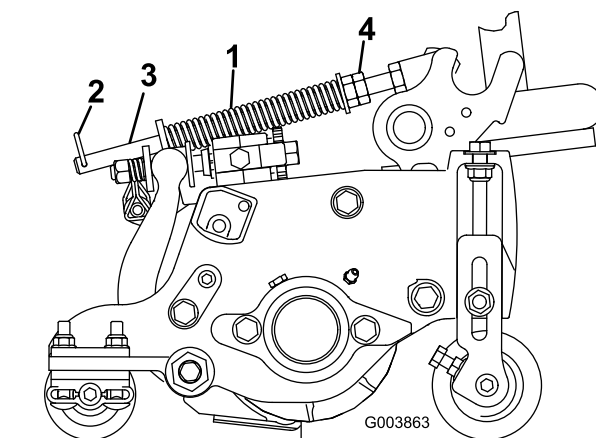

Рисунок 15
2. Затяните шестигранные гайки в передней части штока пружины так, чтобы сжатая длина пружины стала равна 12,7 см на Reelmaster 5210 и 5410 (с 5-дюймовыми режущими блоками) или 15,9 см на Reelmaster 5510 и 5610 (с 7-дюймовыми режущими блоками) (Рисунок 15).
Пружина компенсации состояния грунта (Рисунок 15) переносит вес с переднего на задний каток. (Это помогает снизить волнообразный рисунок на грунте, также называемый волнами или неровностями.)
1. Убедитесь в том, что шплинт вставлен в заднее отверстие штока пружины (Рисунок 15).